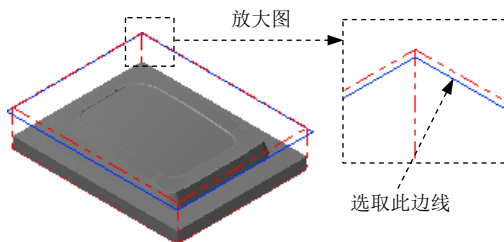

图 5.24 选取切削范围边线
(3) 设置加工边界。在 **Containment boundary** 区域中单击 按钮，系统弹出“串连选项”对话框。在图形区中选取图 5.24 所示的边线，单击 按钮，系统返回至“刀具路径的曲面选取”对话框。
(4) 单击“刀具路径的曲面选取”对话框中的 按钮，系统弹出“曲面精加工浅平面”对话框。